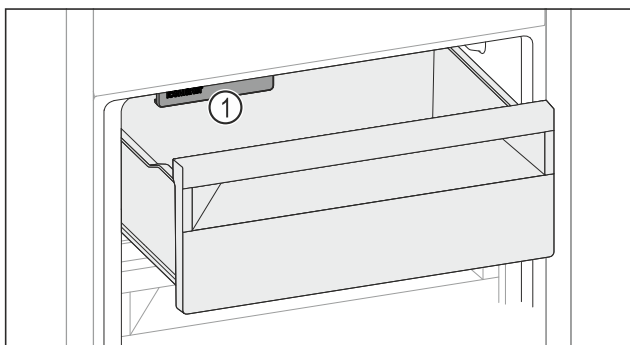

Fig. 160
- ▶ Luați în considerare IceMaker Fig. 160 (1).